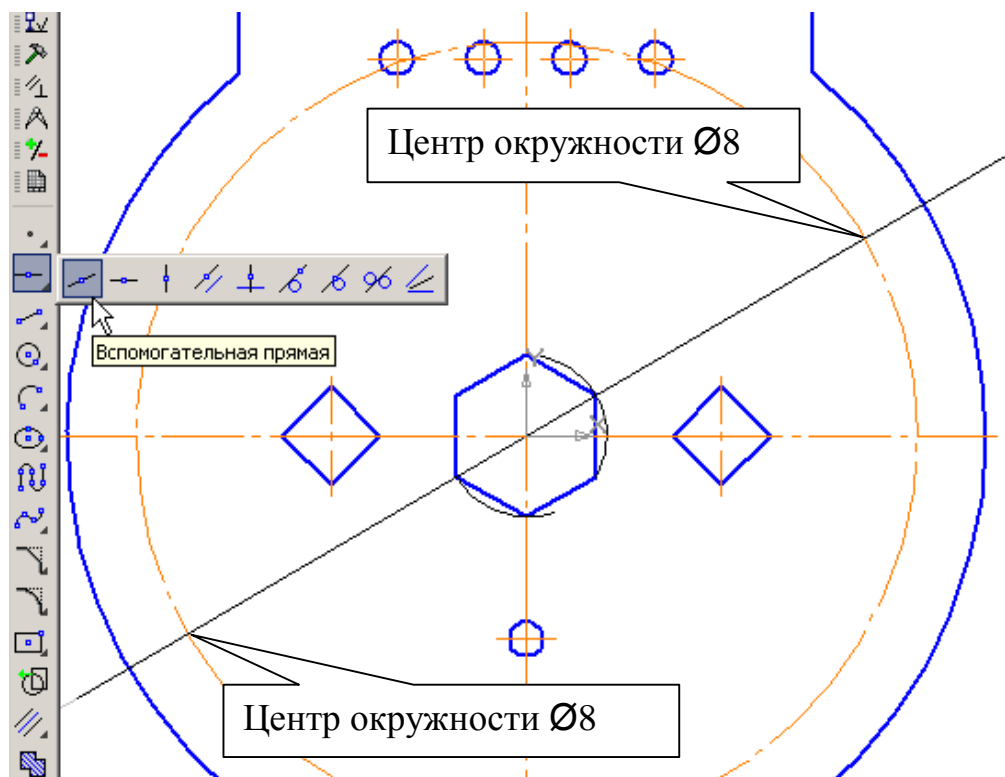

Рис. 16
1. Для построения шести окружностей  $\varnothing 8$ , расположенных на окружности  $\varnothing 136$ , постройте окружность без центровых линий осевой линией радиусом 68 мм с центром в начале координат. Нажмите кнопку *Вспомогательная прямая*  на панели *Геометрия* , рис. 16.
В строке параметров проставьте угол  $30^\circ$  и укажите курсором начало координат, рис. 16.
Сделайте активной команду **Окружность**  на панели **Геометрия** . В строке параметров введите значение радиуса «4», стиль кривой – основная, без центровых линий. На панели специального управления нажмите кнопку **Запомнить состояние**  и укажите центры двух окружностей, расположенных на пересечении вспомогательной прямой и окружности  $\varnothing 136$ , рис. 16. Удалите вспомогательную прямую (**Редактор – Удалить – Вспомогательные кривые и точки**).